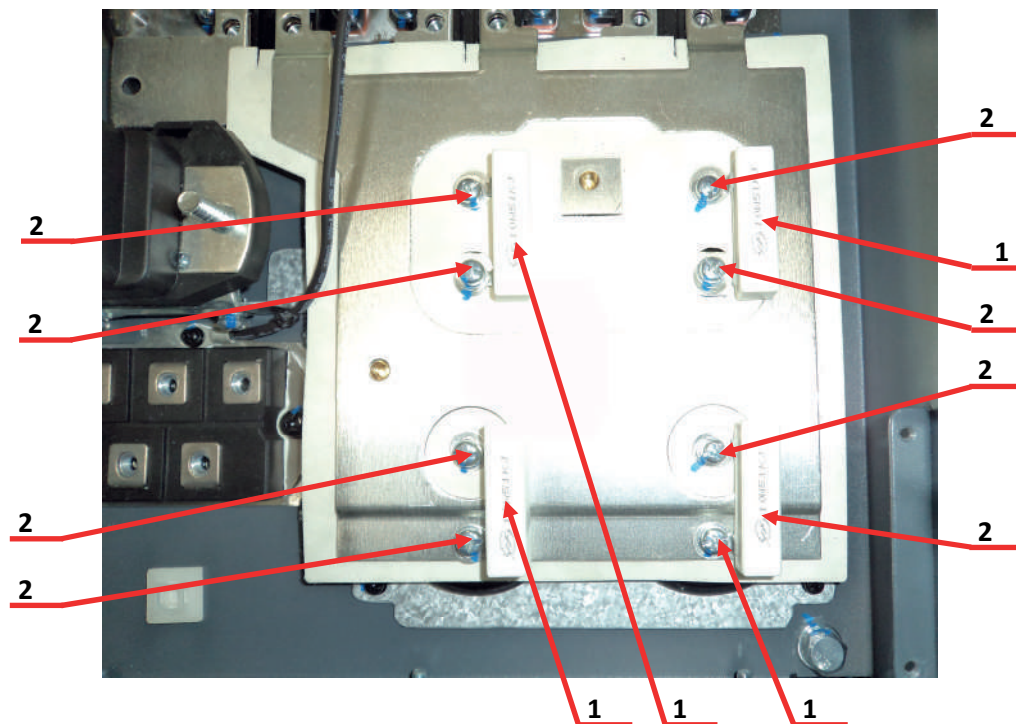

Рис.7.18
7.6.3. Установить 4 балластных резистора поз.1 и закрепить их винтами поз.2 на клеммах конденсаторов через отверстия в шинах ЗПТ (рис.7.18).